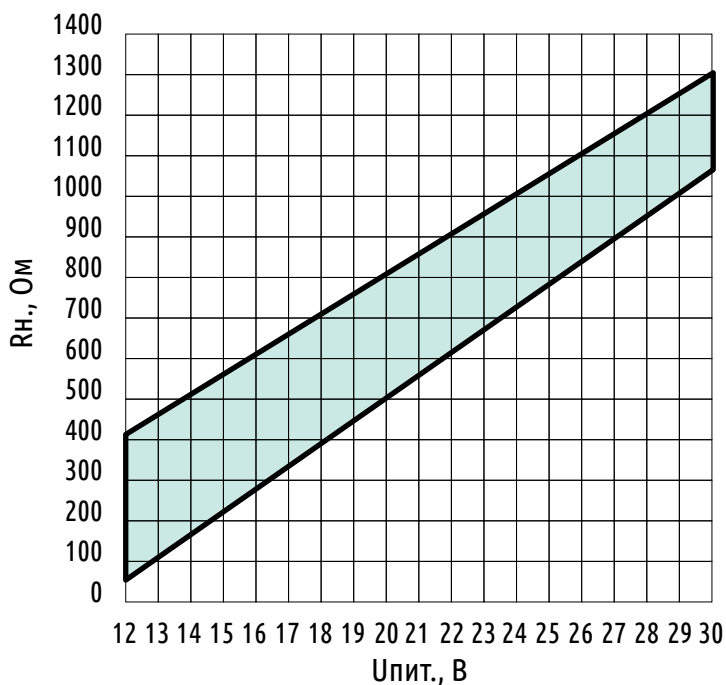

Рисунок 1 - Допустимое сопротивление нагрузки токового выхода
Допустимое сопротивление нагрузки токового выхода	см. Рисунок 1
- *Обеспечить корректное сопротивление нагрузки для датчиков с аналоговыми выходами (см. раздел 1.4). Для датчиков с токовыми выходами обязательно подключение дополнительного нагрузочного сопротивления (см. рисунок 1).*
ВНИМАНИЕ! При подключении токовых выходов датчика необходимо последовательно с измерительным сопротивлением входа прибора ($R_{изм}$) подключать дополнительное нагрузочное сопротивление (R_n) с таким номиналом, чтобы сумма сопротивлений $R_{изм}$ и R_n была в зоне допустимой нагрузки при данном напряжении питания (см. рисунок 1). Это необходимо для уменьшения влияния эффекта самонагрева.